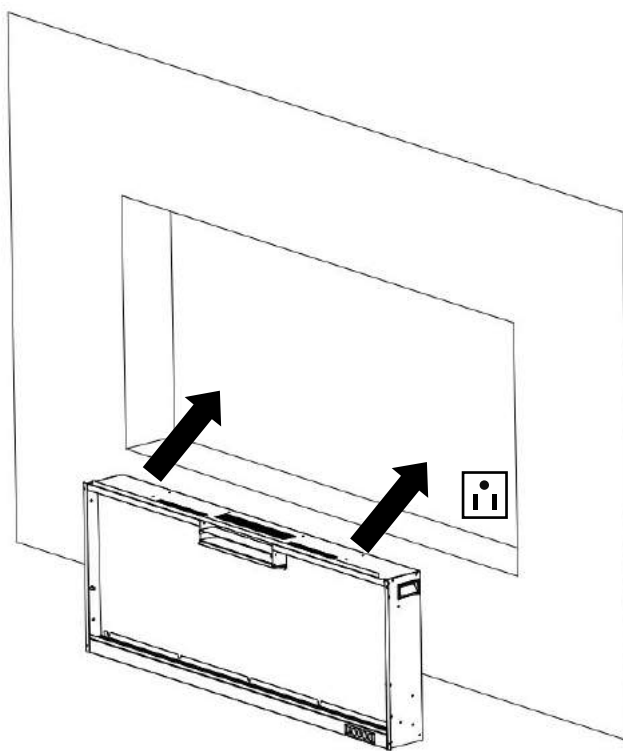
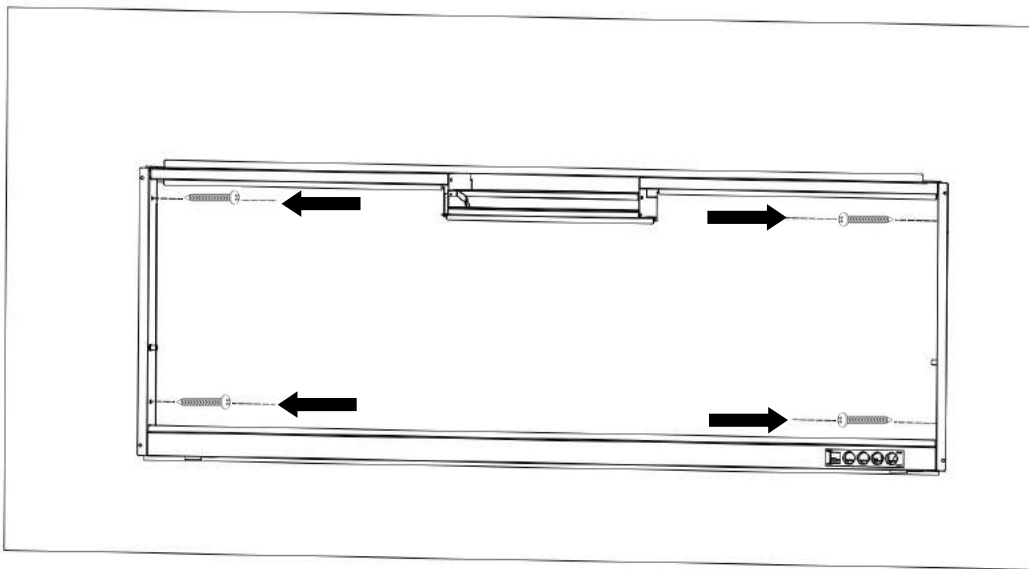

Fig. 2-3
Fig. 2-4
E. Lassen Sie den Kamin von zwei erwachsenen Personen anheben und in den Einbaurahmen einsetzen und dann mit 4 Holzschrauben (**B**) in den Löchern befestigen (**Abb. 2-3**, **Abb. 2-4**).